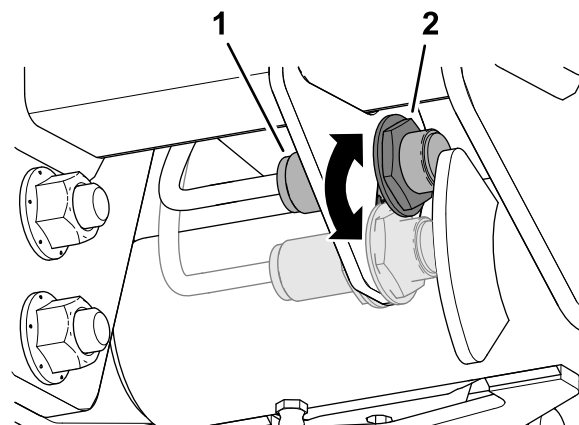

Bild 53
3. Lösen Sie die Klemmmutter, mit welcher der Hubarmschalter an der Schalterplatte befestigt ist (Bild 53).